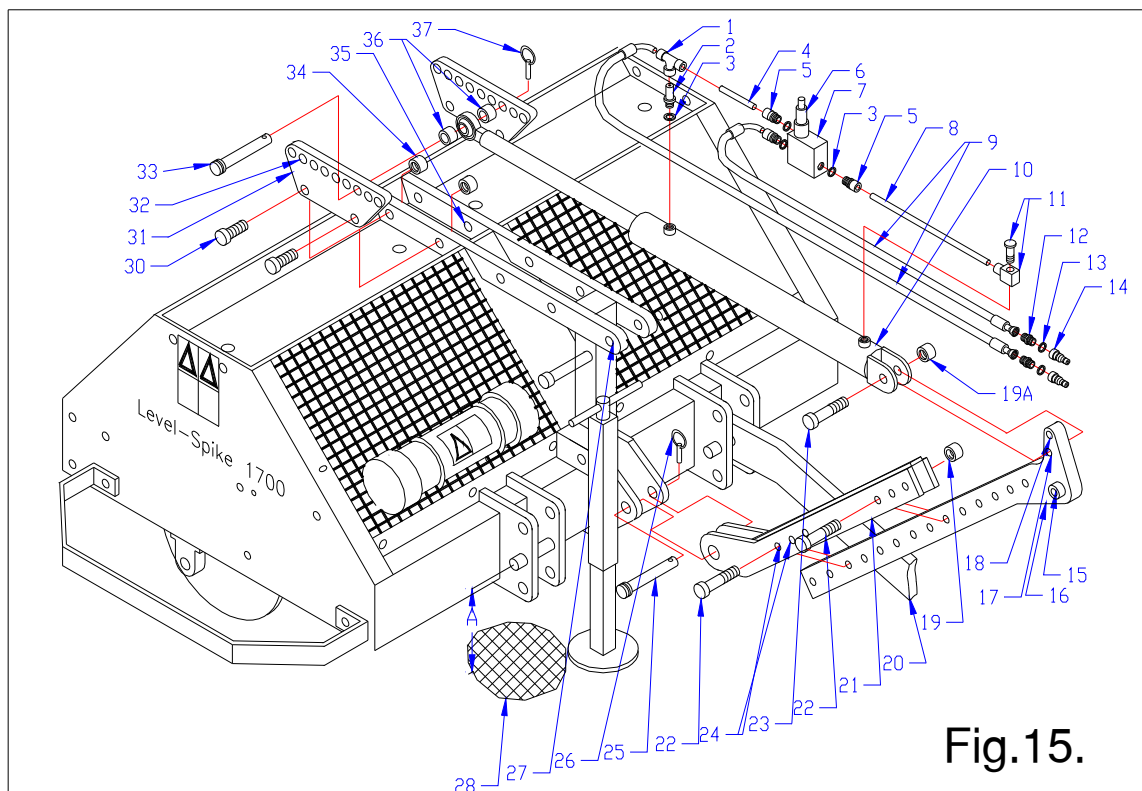

Fig.15.
12.6 UKŁAD PRZENOSZENIA CIĘŻARU, patrz rys.15.
Zamontować elementy do siłownika hydraulicznego, patrz rys. 15. Reduktor przepływu 2 jest wkręcany do siłownika hydraulicznego 10. Użyć miedzianej podkładki 3. Zamocować wszystkie trzy złączki 5 do zaworu nadmiarowego ciśnieniowego 7, używając podkładek 3. Nasunąć całkowicie rurki 4/8 na złączki 5, trójnik 1 oraz skręcaną złączkę 11. Zamontować wszystko w gniazdach siłownika. Gdy wszystko jest dobrze dopasowane, dokręcić wszystkie złączki, utrzymując zawór 7 pionowo do góry. Następnie węże 9 można podłączyć do złączek 1 i 5. Na drugim końcu węża może być zamocowana złączka wkrętna 12, na której można zamontować szybkozłączkę 14 przy użyciu podkładki uszczelniającej 13. Gdy wszystko jest szczelne, zespół siłownika hydraulicznego jest gotowy do użytku.
Przymocować płytki symetryczne 31 za pomocą śrub 30 i nakrętek 34 do maszyny przez standardowe otwory 35, jak pokazano na rys. 15.